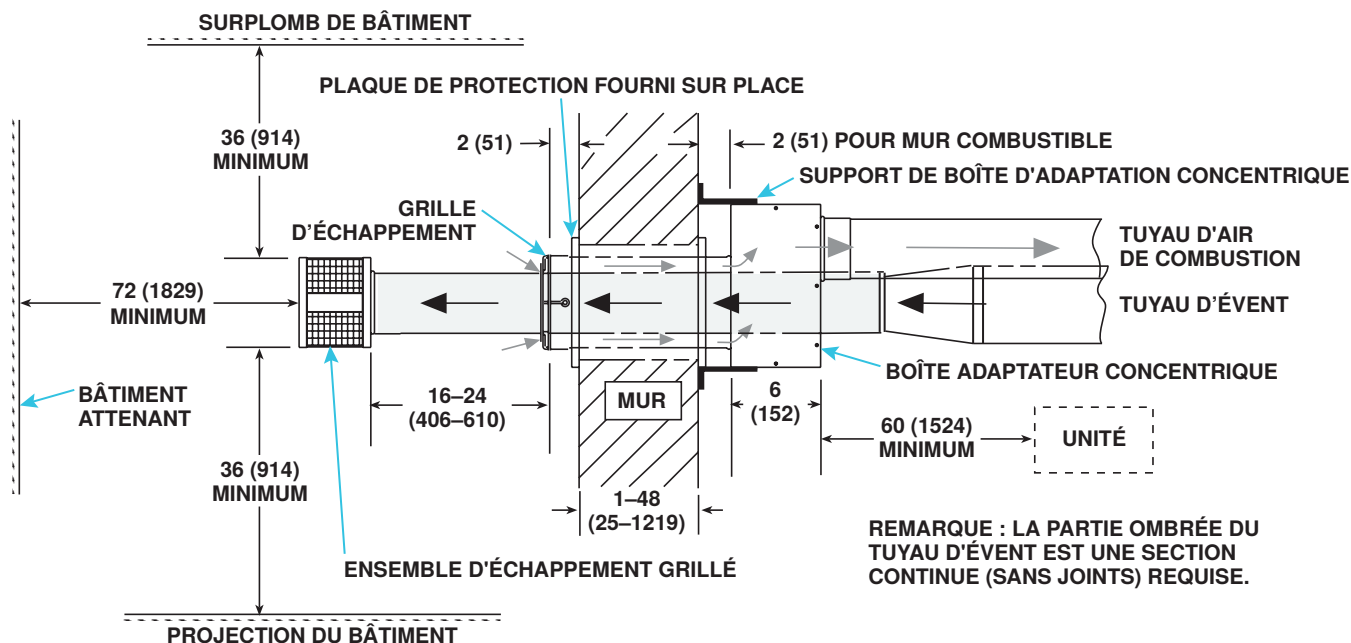

Figure 26. Installation de l'option CC6
4. Fixez des angles plus longs sur les supports de boîtier d'adaptateur concentriques (voir Figure 26) au boîtier d'adaptateur concentrique.
5. Connectez la section extérieure du tuyau d'air de combustion au boîtier adaptateur concentrique (voir Figure 26) :
- (1) Longueur du support de la boîte au mur
- (2) Plus épaisseur de paroi
- (3) Plus 2 pouces (51 mm) au-delà du mur
6. Fixez le boîtier adaptateur concentrique sous le toit (voir Figure 26) :
- Positionnez le protecteur d'entrée d'air sur le bout du tuyau d'air de combustion conformément à la Figure 26.
- Consultez la Figure 26 pour établir la longueur de chaque section de conduits ainsi que la longueur totale requise. La transition à simple paroi ou de catégorie III doit être à moins de 6 pouces (152 mm) du boîtier côté appareil de chauffage.
- Assurez-vous que l'ensemble d'échappement grillagé est aligné de manière à ce que ses déflecteurs soient positionnés à 12, 3, 6 et 9 heures (voir Figure 26). Installez d'échappement grillagé conformément à la Figure 13.
10. Vérifiez la conformité à la Figure 26 et à toutes les exigences d'échappement spécifiques données ci-dessus.